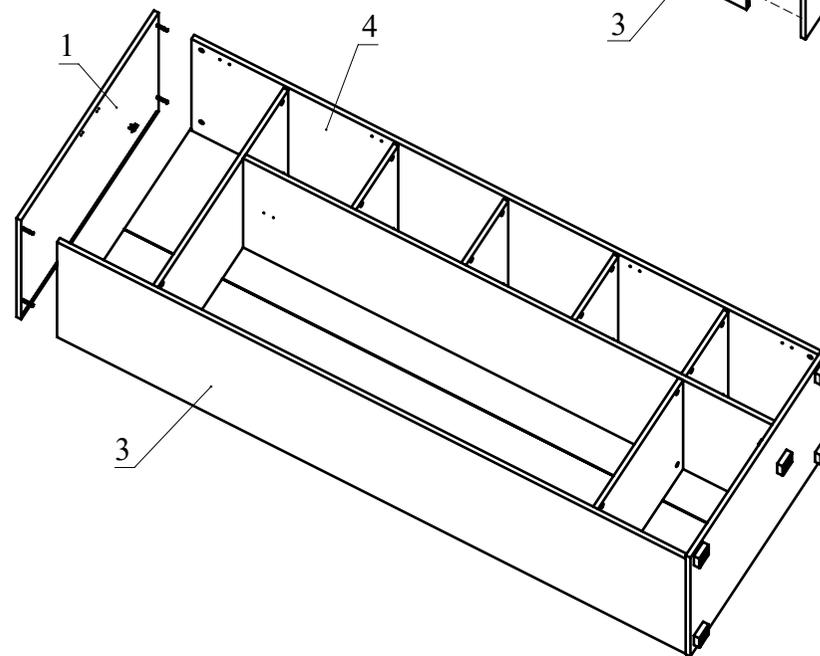

Рис.6
7. Установите деталь 1 на детали 3, 4 и затяните головки минификсов (Рис. 6). Прикрутите опоры к детали 2 с помощью шурупов 3,5х16 на расстоянии 20 мм от бокового и переднего края и на расстоянии 20 мм от заднего края. Центральную опору прикрутите под центральной боковиной (Рис. 6).